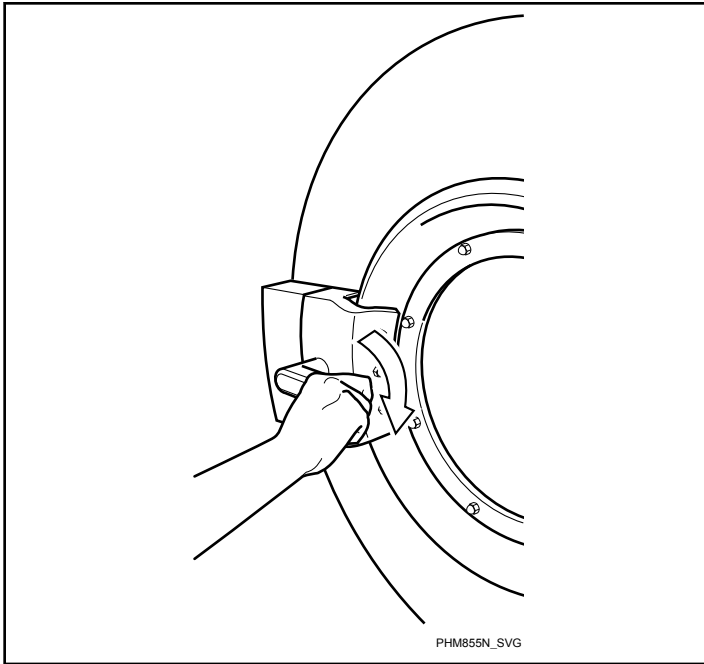

図 45
2. ハンドルを時計周りに回して開けます。図 45 を参照してください。